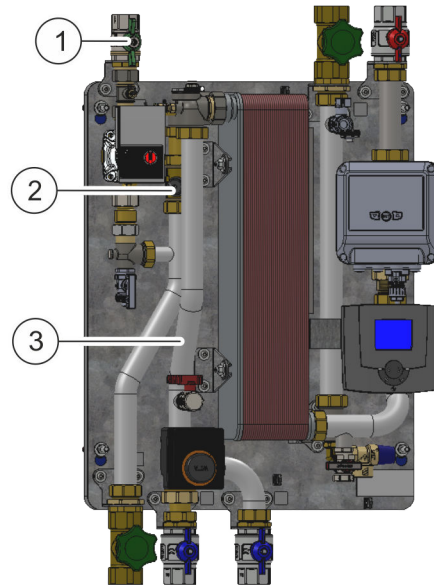

Abb. 34: Volumenstromsensor auswechseln
Hauptabsperrventil (Abb. 34/1) der Zuleitung zum Rückflussverhinderer schließen, so dass kein Wasser durch den Rückflussverhinderer fließt.
Verschraubung des Primären Warmwasserrücklaufs (Abb. 34/3) mit einem Rollgabelschlüssel lösen und Primären Warmwasserrücklaufs beiseitelegen.
5. ➤ Verschraubung des Volumenstromsensors (Abb. 34/2) mit einem Rollgabelschlüssel lösen.